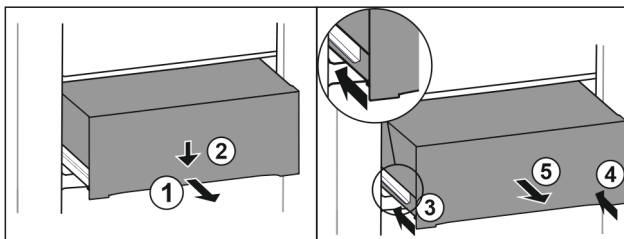

Fig. 144
- ▶ Extraiga el cajón hasta la mitad. Fig. 144 (1)
- ▶ Presionar hacia abajo el cajón de la parte delantera. Fig. 144 (2)
- ▶ Introducir el carril izquierdo unos 2 cm. Fig. 144 (3)
- ▶ Introducir el carril derecho unos 2 cm. Fig. 144 (4)
- ▶ Extraiga el cajón hacia delante. Fig. 144 (5)